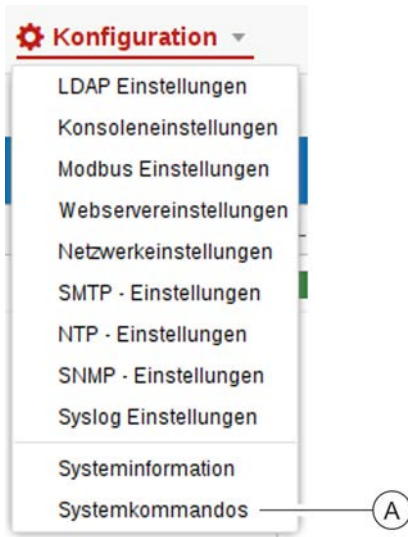

Abb. 257: Systemkommandos aufrufen
1. Über „Konfiguration → Systemkommandos“ das Fenster "Systemkommandos" aufrufen (Abb. 257/Ⓐ).